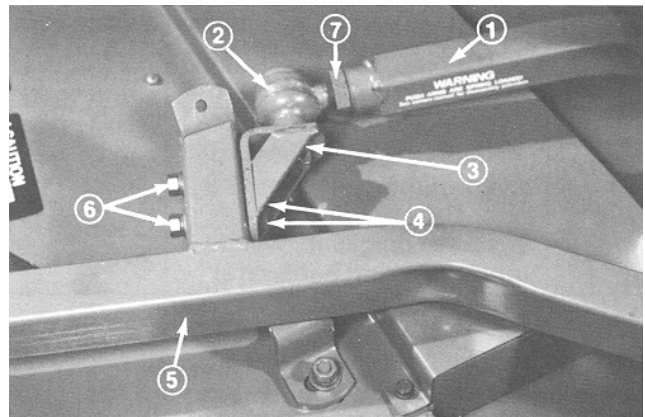

Bild 13
3. Befestigen Sie die Befestigung des Kugelgelenks (Bild 13) mit 2 Kopfschrauben (7/16 x 3 Zoll), einer Flachscheibe (7/16 Zoll) und Muttern (7/16 Zoll) an der Befestigungshalterung. Der Kopf der Kopfschrauben und der Flachscheibe muss die Befestigung des Kugelgelenks berühren.
4. Ziehen Sie die große Klemmmutter an der Vorderseite des linken Schubarms fest (Bild 13). Halten Sie beim Anziehen der Klemmmutter das Kugelgelenk gerade, um eine richtige Oszillation beim Anheben und Absenken des Mähwerks zu gewährleisten.